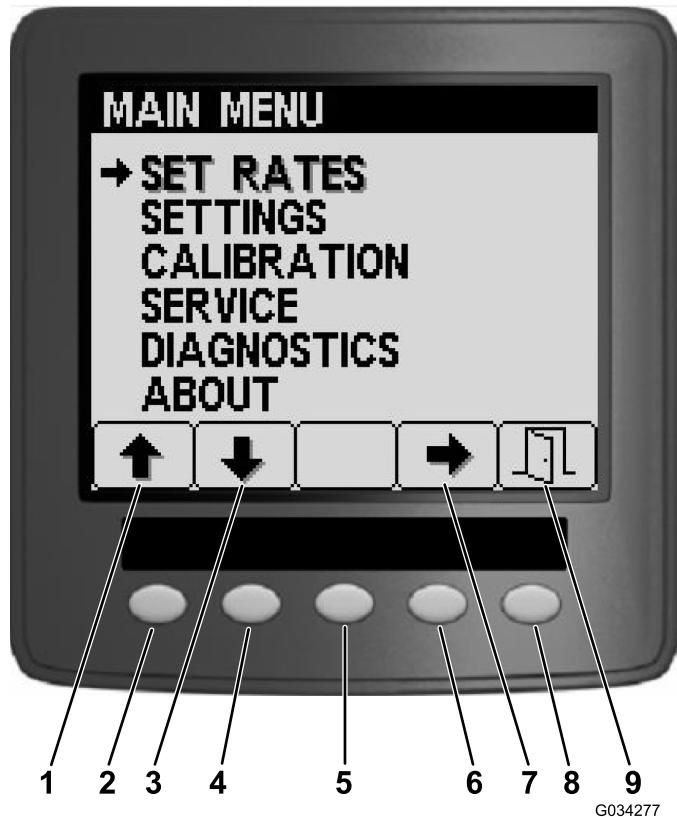
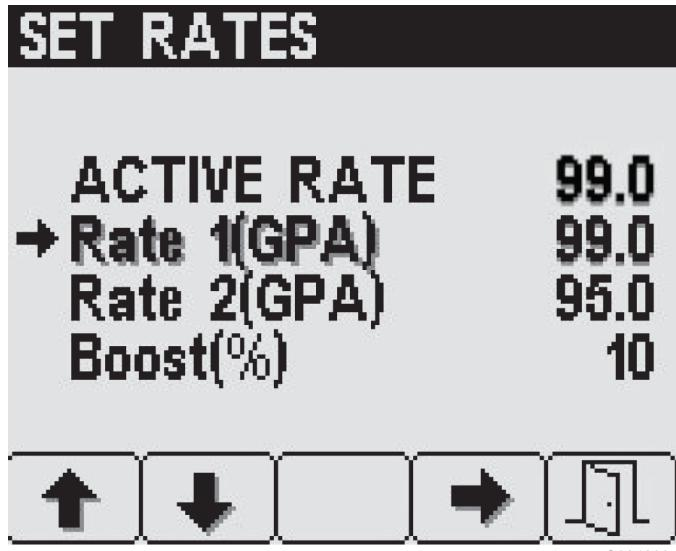
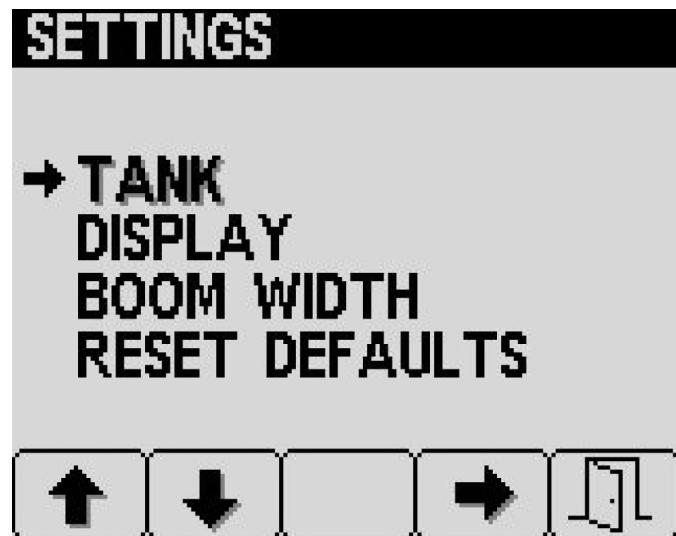

图6
图7
图9
从 Main Menu（主菜单）屏幕，可访问 Set Rates（设置喷洒率）屏幕、Settings（设置）屏幕、Calibration（校准）屏幕、Service（维修）屏幕、Diagnostics（诊断）屏幕或 About（关于）屏幕（图6）。
要访问 Set Rates (设置喷洒率) 屏幕，按下 Main Menu (主菜单) 屏幕上的 2 号按钮 (图6)，直至到达 Set Rates (设置喷洒率)，然后按 4 号按钮选择 Set Rates (设置喷洒率) (图7)。
1. 按 1 号或 2 号按钮，直至到达所需喷洒率或增加速率百分比 (图7)。
要访问 Settings (设置) 屏幕，按下 Main Menu (主菜单) 屏幕上的 2 号按钮 (图6)，直至到达 Settings (设置)，然后按 4 号按钮选择 Settings (设置) (图9)。
1. 按 Settings (设置) 屏幕上的 4 号按钮选择 Tank (药缸) 设置 (图9)。
1. 按下 Settings (设置) 屏幕上的 2 号按钮直至到达 Display (显示) 设置，然后按 4 号按钮选择 Display (显示) (图9)。